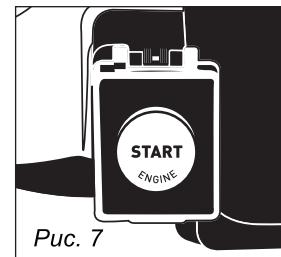

Рис. 7
7. Откройте защитную крышку кнопки запуска (рис. 7). Нажмите и удерживайте кнопку запуска от 1 до 3 секунд до момента первого характерного выхлопа через глушитель. Если выхлопа не последовало проверьте положение рычага газа, положение воздушной заслонки, выключателя зажигания и повторите попытку.